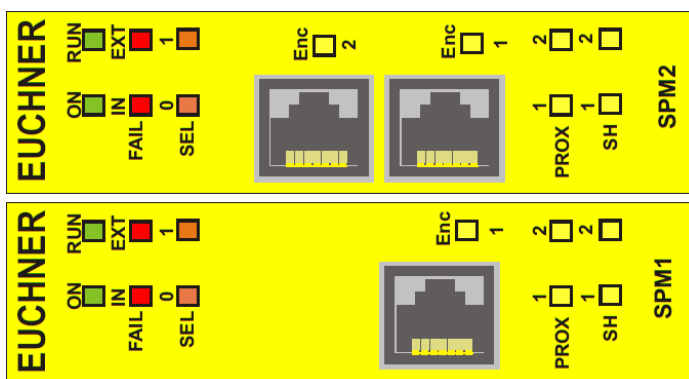

Bild 26:
8.3.14. Module SPM0 – SPM1 – SPM2 (Bild 26)